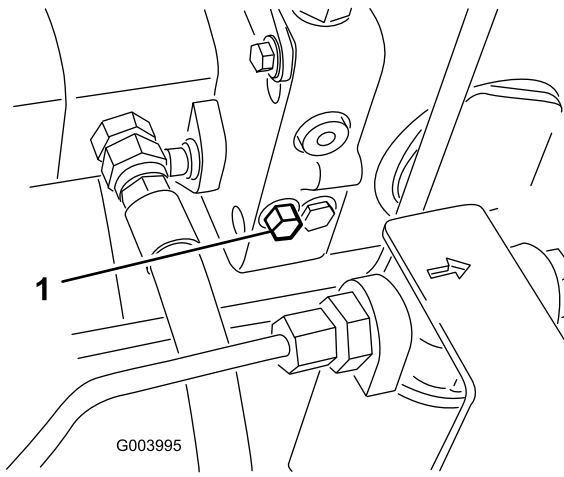

图36
- 旁通阀位于静液压泵的左侧（图36）。将螺栓旋转 1-1/2 圈，打开旁通阀并允许油在内部分流。由于液体被分流，机器可以缓慢移动，而不会损坏传动装置。